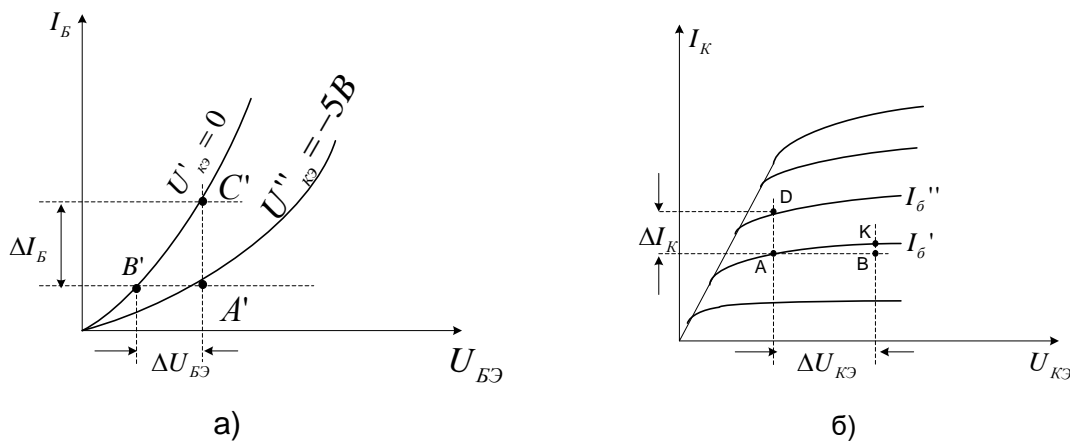

Рисунок 4
1. Для определения параметров $h_{11э}$ и $h_{12э}$ на семействе входных характеристик строим характеристический треугольник (Рис. 4.а)
2. Для определения параметров $h_{21Э}$ и $h_{22Э}$ используются выходные характеристики транзистора (рис. 4.б)